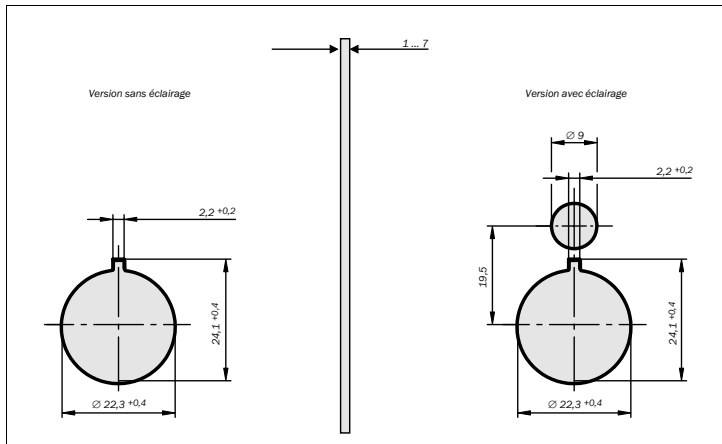

Fig. 1 : Plans cotés des trous de montage pour les versions à encastrer (mm)
- Percer les trous de montage dans la plaque de montage (voir Fig. 1 ; utiliser le schéma coté adapté à la version respective).
- Dans le cas des interrupteurs éclairables, le connecteur mâle pour l'éclairage doit en plus être guidé à travers le petit percage de la plaque de montage (voir Fig. 1 schéma coté droit) et raccordé à l'élément de commutation X1/X2.